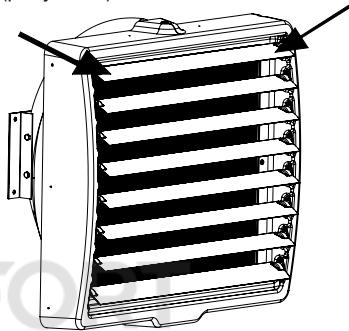

Рис.5
7.6 Открывая направляющие жалюзи следует обеими руками, держась параллельно с двух сторон. Несоблюдение данных рекомендаций может привести к их повреждению (рисунок 5).